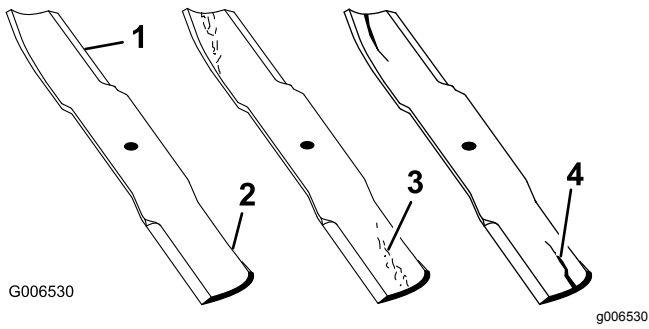

Figura 110
1. Inspeccione los filos de corte (Figura 110).
4. Si observa fisuras, desgaste o la formación de una ranura en esta zona, instale de inmediato una cuchilla nueva (Figura 110).